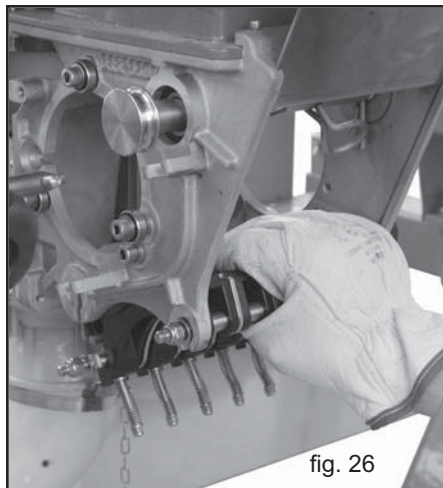

fig. 26
- 3) Abstereinheit aus dem hinteren Teil (Abb. 26) ausziehen und danach vorderen Teil ausziehen.